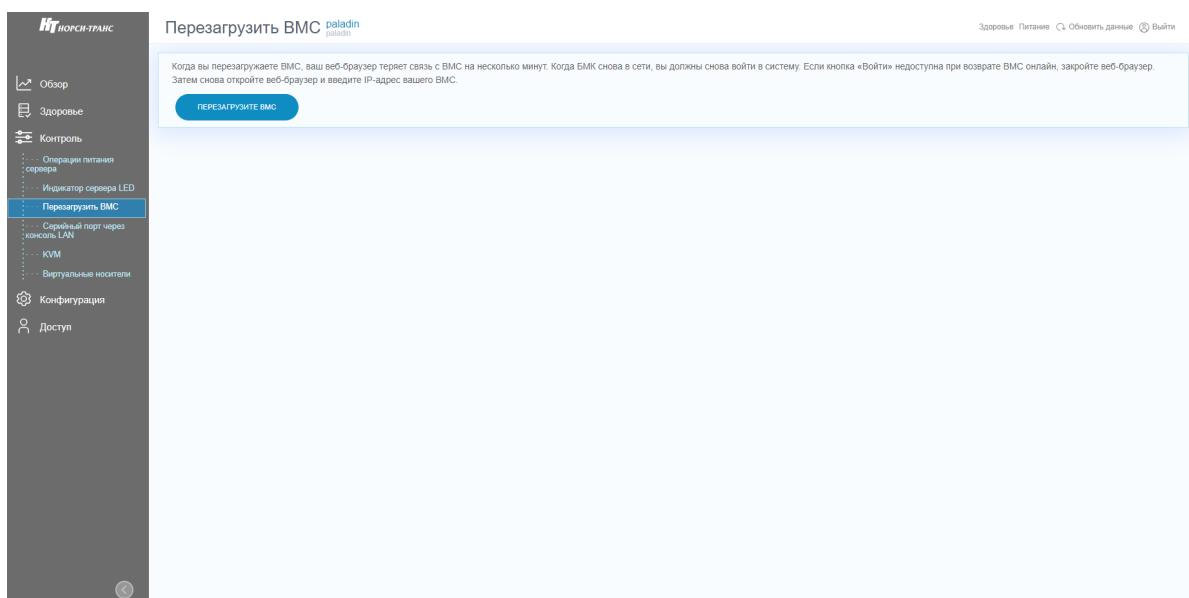

Рис. 70. Окно «Перезагрузить BMC»
- 4) Пройдите во вкладку «Контроль» → «Перезагрузить BMC» в данной вкладке осуществляется перезагрузка BMC. Нажмите на кнопку «Перезагрузите BMC» для перезагрузки BMC. Окно показано на рис. 70 Окно «Перезагрузить BMC».